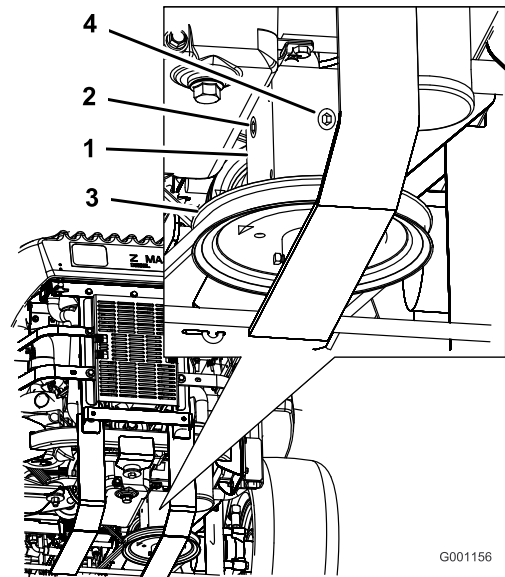

Figura 46
4. Retire el tapón lateral o trasero de la caja de engranajes. (Figura 46).